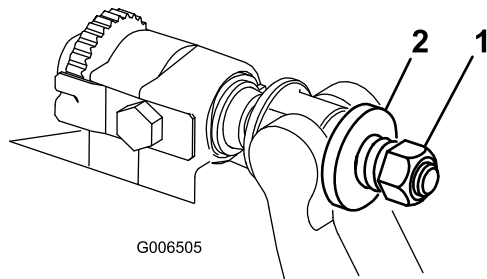

図 34
6. スプリングがつぶれるまでテンションナットを締め、そこから半回転戻す 図 34。